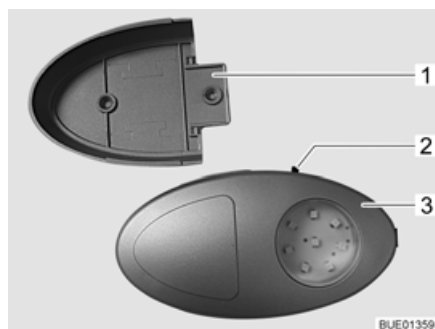

Fig. 85 Luce armadio guardaroba/
- ▷ È possibile estrarre la luce armadio guardaroba dal supporto a vite (Fig. 85,1) e utilizzarla come torcia elettrica.
L'interruttore di accensione/spegnimento (Fig. 85,2) è montato direttamente sulla luce armadio guardaroba (Fig. 85,3).